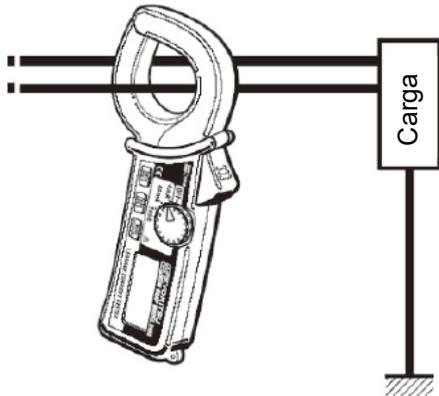

Fig. 1 Medición de corriente de carga
- (1) Coloque el selector de funciones en la posición deseada. La corriente a medir debe estar dentro del rango de medición seleccionado.
- (2) Medición normal (ver Fig.1, 2):